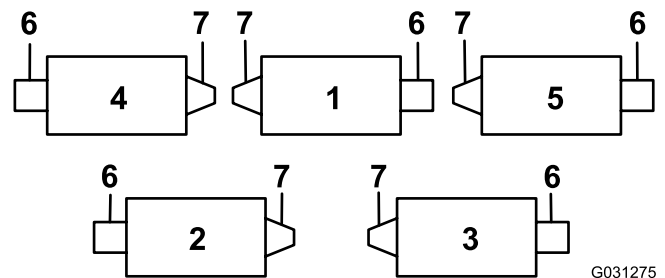
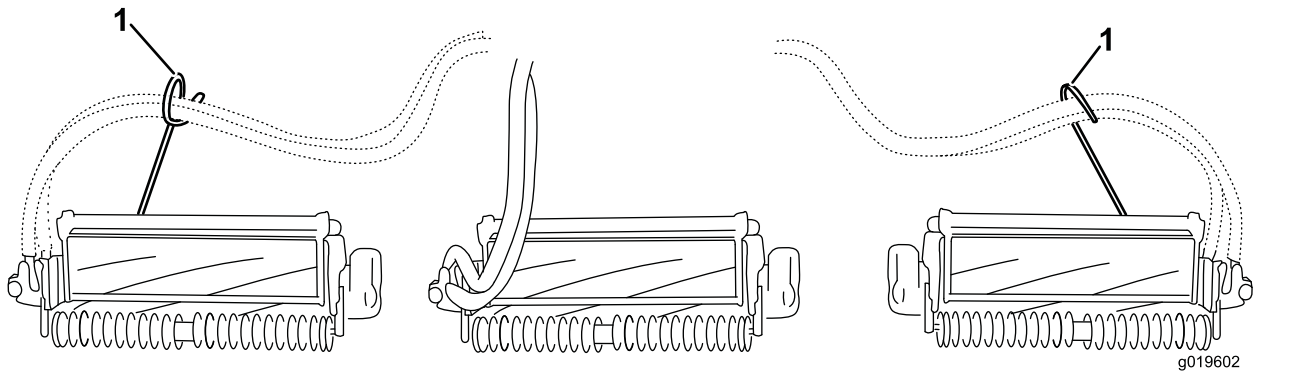
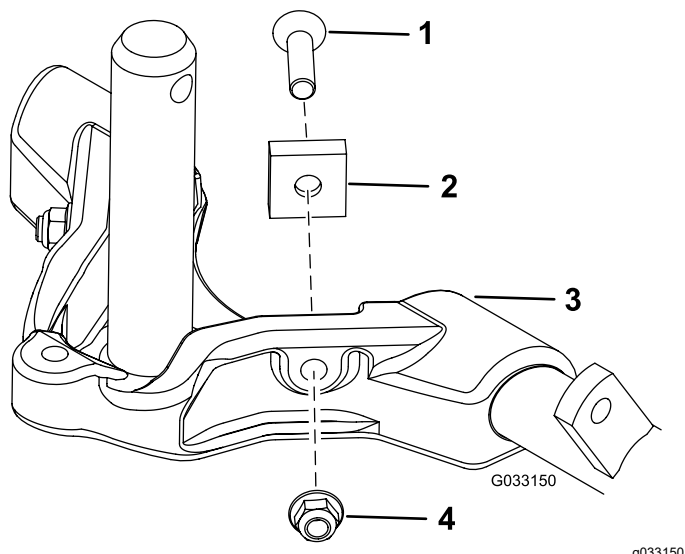

图 12
图 14
图 15
重要事项 在 4 号滚刀组左前和 5 号滚刀组右前上用杆支架安装螺母将软管导向架安装到滚刀组凸耳的前面。软管导向架应偏向于中心滚刀组图 12 至图 14。
7. 拆去后2号和3号滚刀组承载架上的2个枢轴垫片、六角螺丝和凸缘锁紧螺母图 15增强后滚刀组的转向力度请参阅图 12。